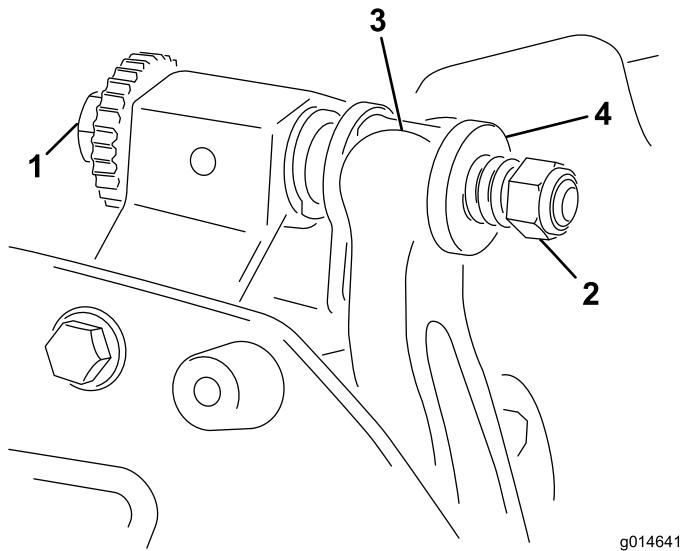

Bild 13
1. Drehen Sie die Einstellschraube des Untermesserträgers nach links, um den Abstand zwischen Untermesser und Spindel zu vergrößern (Bild 13).
2. Drehen Sie die Federspannungsmutter so weit hinaus, bis die Scheibe nicht mehr gegen den Untermesserträger angespannt ist (Bild 13).
1. Montieren Sie den Untermesserträger. Positionieren Sie die Befestigungsösen zwischen die Scheiben und der Einstellschraube des Untermesserträgers (Bild 13).